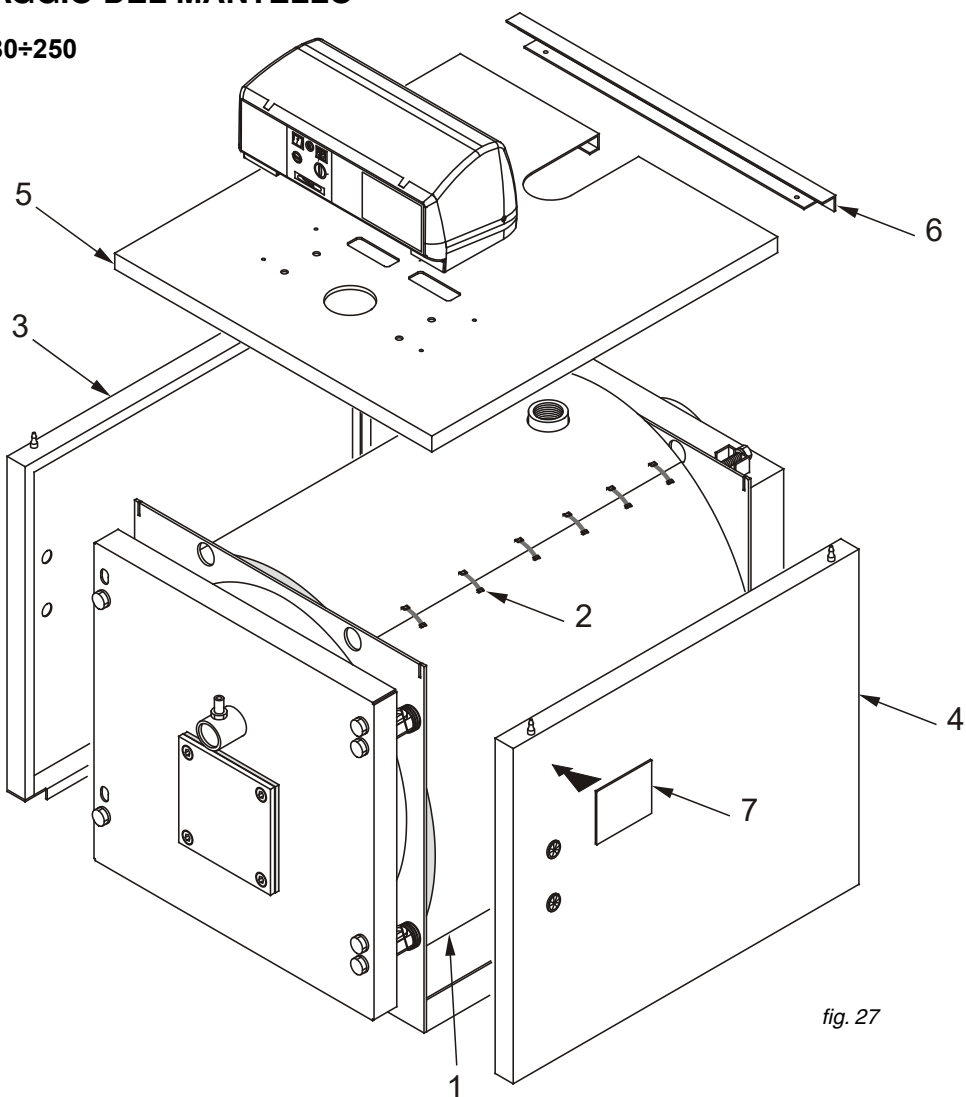

fig. 27
N.B. Per i modelli compresi tra **80** e **250** (rif. fig. 27 e 28) e compresi tra **300** e **450** (rif. fig. 29 e 30), il mantello e l'isolamento sono contenuti in 1 imballo marcato:
Sequenza di montaggio (Rif. fig. 27 e 28)